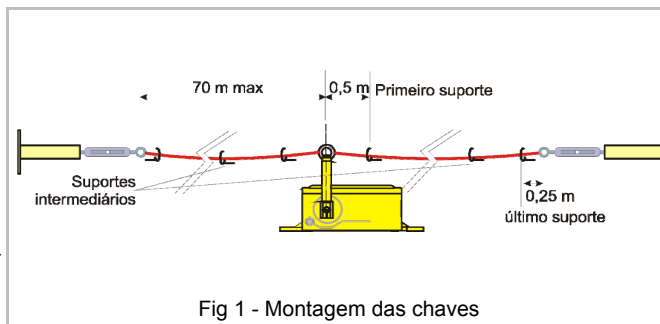

Fig 1 - Montagem das chaves
2.1 Fixar os tracionadores, suportes de cabos e as chaves de emergência na estrutura do transportador conforme fig. 1.
2.6 Destruar a chave. Neste momento, a alavanca de acionamento deve ficar aproximadamente na posição vertical (como no diagrama da fig. 1). Para fazer o ajuste fino de posição da alavanca de acionamento, gire o corpo de um dos esticadores até que esta alavanca fique na posição vertical. Se necessário, ajuste o outro esticador. Neste momento, os eixos dos tracionadores estão em uma posição tal que a 1ª marca estará visível e próxima ao corpo do tracionador (<10 mm).